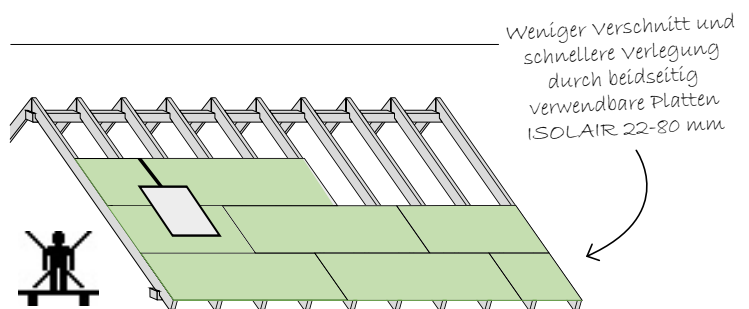

Abb.7 Verlegeprinzip (schematische Darstellung) Platten nur im Sparrenbereich begehen.
- Unterdeckung an der Traufe beginnend, rechtwinklig im Verband, mit dicht gestoßenen Fugen (ggf. mit Verklebung) verlegen. Mit dem Reststück der 1. Plattenreihe beginnt man die 2. Reihe (Abb. 7).
- Befindet sich direkt über dem Dachflächenfenster ein Vertikalstoß, muß dieser mit PAVATEX-Dichtprodukten abgeklebt werden (Abb. 7).